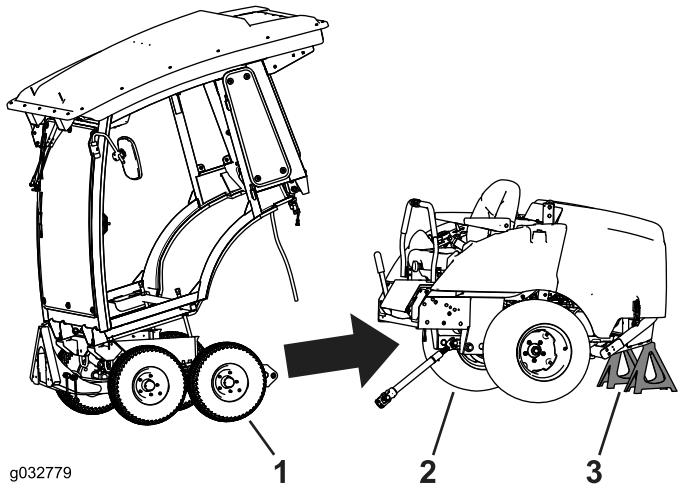

Figura 68
1. Alinee el bastidor de invierno con el bastidor de la máquina, y muévalo hacia atrás (Figura 68).
3. Utilice gatos fijos para apoyar la máquina (Figura 68).